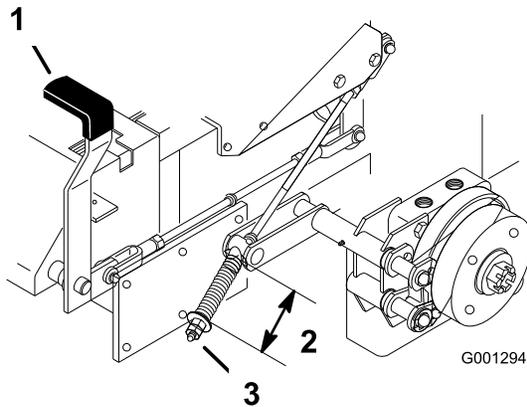

Figura 66
2. Misurate la lunghezza della molla. La misura tra le rondelle deve essere di 64 mm (Figura 66).
3. Nel caso in cui occorra effettuare una regolazione, rilasciate il freno di stazionamento, allentate il controdado sotto la molla e serrate il dado immediatamente sottostante la molla (Figura 66).